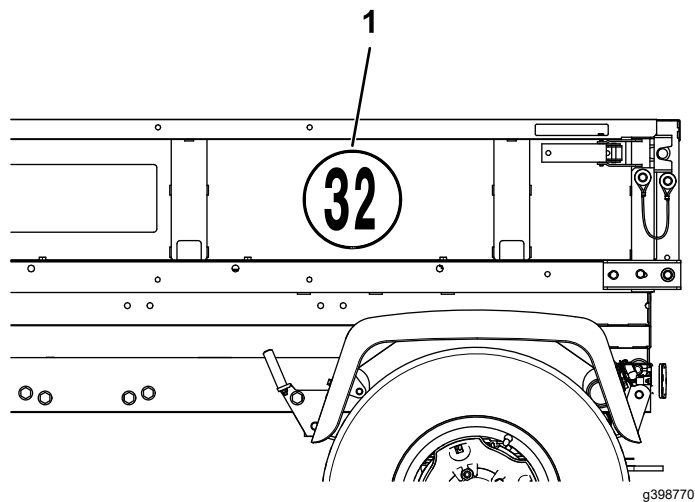

Figura 19
1. En el lado izquierdo de la plataforma de carga, fije la pegatina de limitación de velocidad en la zona situada entre el segundo y el tercer perfil, como se muestra en la Figura 19.